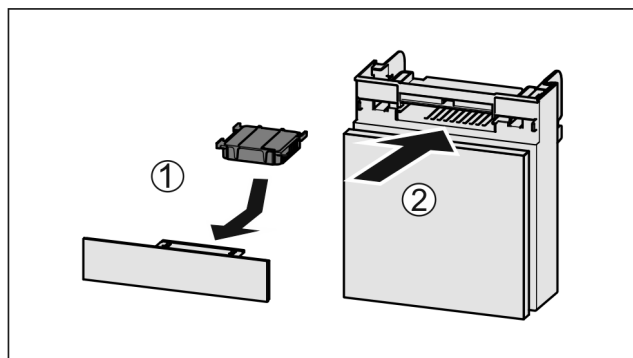

Fig. 77
- ▶ Поставете Fig. 77 (1) филтър с активен въглен, както е показано на фигурата.
- ▶ Вкарайте Fig. 77 (2) отделението.